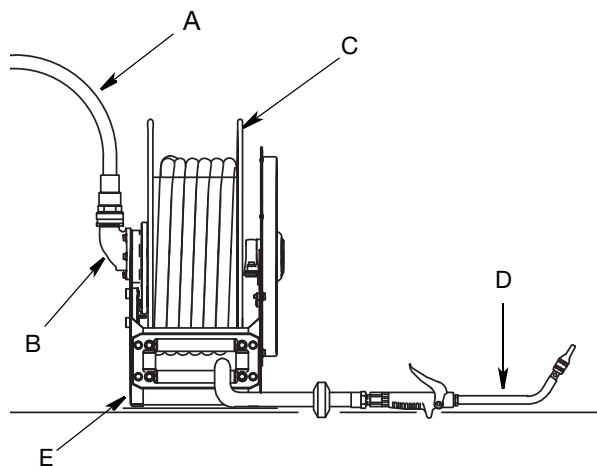
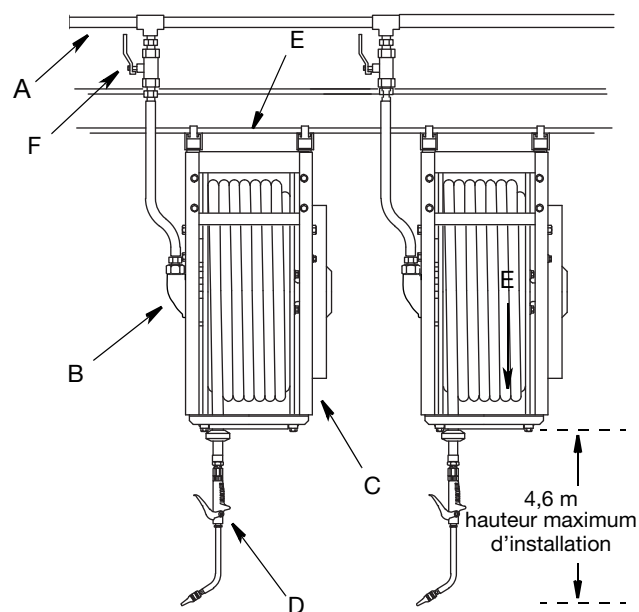

FIG. 3
FIG. 4
- XD40 - 15 pi (4,6 m), (voir la FIG. 4, page 11)
Les installations présentées aux FIG. 3 et FIG. 4 sont données uniquement à titre de guide. Contacter votre distributeur Graco pour concevoir un système adapté à vos besoins.